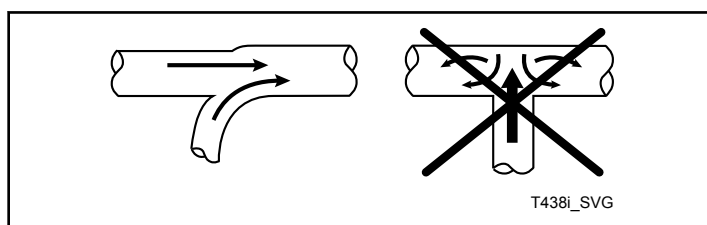

Figura 12
**NOTA: Nunca ligue a conduta de uma máquina de secar num ângulo de 90° relativamente a uma conduta de colector. Consulte a *Figura 12*. Fazer isso causaria uma contrapressão excessiva, resultando num desempenho abaixo do esperado. Nunca ligue duas condutas de descarga da máquina de secar directamente paralelas uma à outra no ponto de entrada da conduta do colector.**